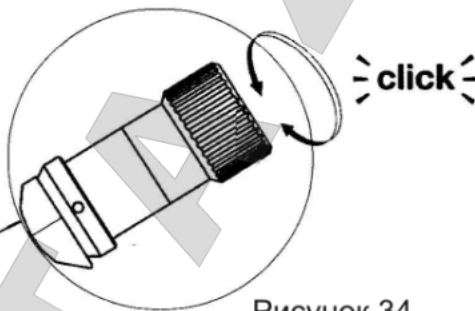

Рисунок 34
12. Один щелчок равен 0,05 мм (рис.34)